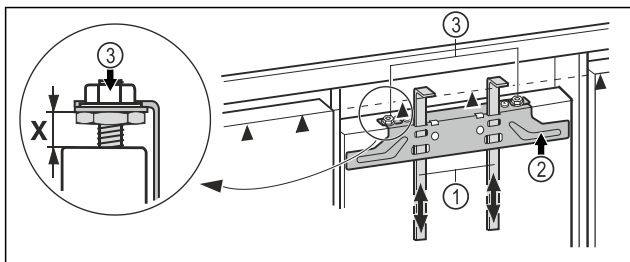

Fig. 37
- Împingeți ajutoarele de montaj Fig. 37 (1) până la înălțimea ușii mobilierului. Marginea inferioară de blocare ▲ a elementului auxiliar de montaj = marginea superioară a ușii mobilierului ce trebuie montată.
- Deșurubați traversa de fixare Fig. 37 (2) prin intermediul contrapiulițele Fig. 37 (3).